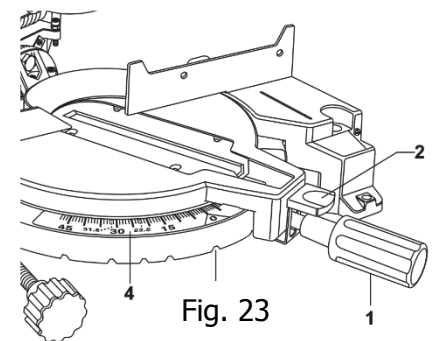

Fig. 23
1. Desserrez le bouton de verrouillage d'onglet 1 . Appuyez sur la gâchette de détente d'onglet 2 et déplacez la scie à l'angle désiré, en utilisant soit les détentes 3 soit l'échelle d'onglet 4. Serrez le bouton de verrouillage d'onglet (Figure 23)